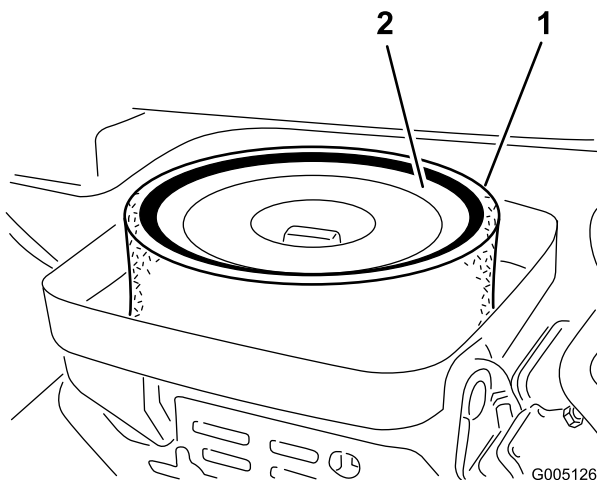

Figura 33
3. Se l'elemento in schiuma sintetica è sporco, rimuovetelo dall'elemento di carta (Figura 33). Pulitelo accuratamente, come indicato di seguito: